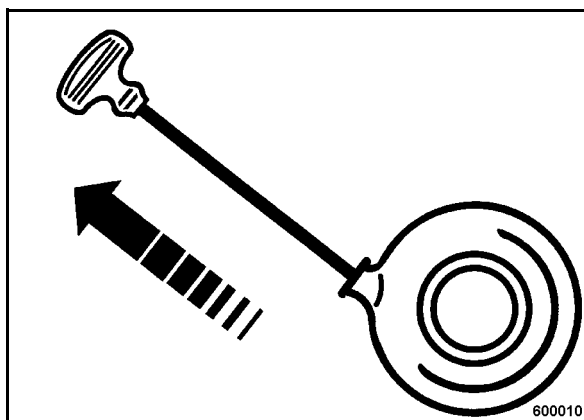

Fig. 16
- Tirar de la empuñadura del arrancador (Fig. 16) rápido y fuerte, sacándola tanto posible.